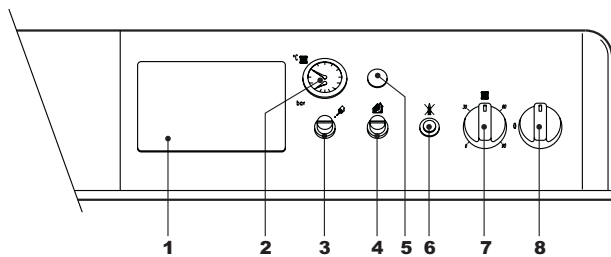

рис. 1 - Панель управления
- Переведите выключатель котла "8" в положение 1 (рис. 1).
- Если котел оборудован электронным термостатическим блоком управления, установленным в положении 1 рис. 1, пользователь должен также соблюдать инструкции, предоставляемые изготовителем данного блока.
Задайте с помощью комнатного термостата нужную температуру внутри помещения. При поступлении команды от комнатного термостата котел включается, обеспечивая нагревание воды в системе отопления до температуры, заданной регулирующим термостатом 7 на рис. 1. При достижении в помещении желаемой температуры котел выключается.
При заполнении холодной системы отопления давление воды, контролируемое по показаниям установленного на котле термоманометра (поз. 2 на рис. 1), должно составлять примерно 1,0 бар. Если во время работы давление воды в системе упало (например, из-за испарения растворенных в воде газов) до величины ниже вышеуказанного минимума, пользователь должен открыть кран подпитки (в комплект котла не входит) и довести давление до первоначального значения. По окончании операции всегда закрывайте кран подпитки.